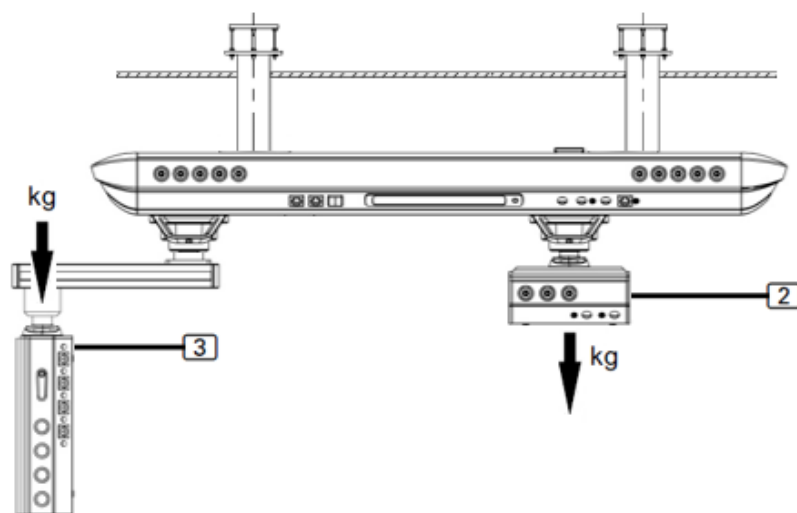

Abb. 16 Lastangriffspunkt an Bedienungsköpfen
Die maximale Tragfähigkeit ist das maximale Gewicht, das der hängende Kopfteil tragen kann. In dem Beispiel in Abb. 16 ist eine Konfiguration mit einem Auslegerarm (3) und einer horizontalen Säule ohne Auslegerarm (2) zu sehen.